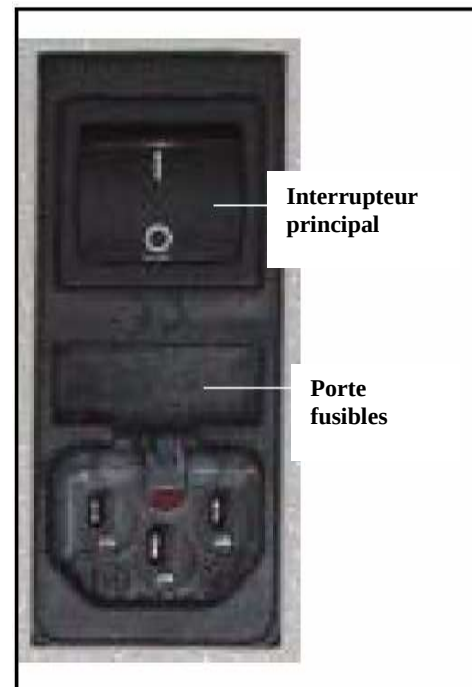

Figure 9.8. Porte fusibles de la DP/SP.
5. Le porte fusibles est situé sous l'interrupteur principal (voir figure 9.8). Utiliser un petit tournevis pour retirer le porte fusibles.